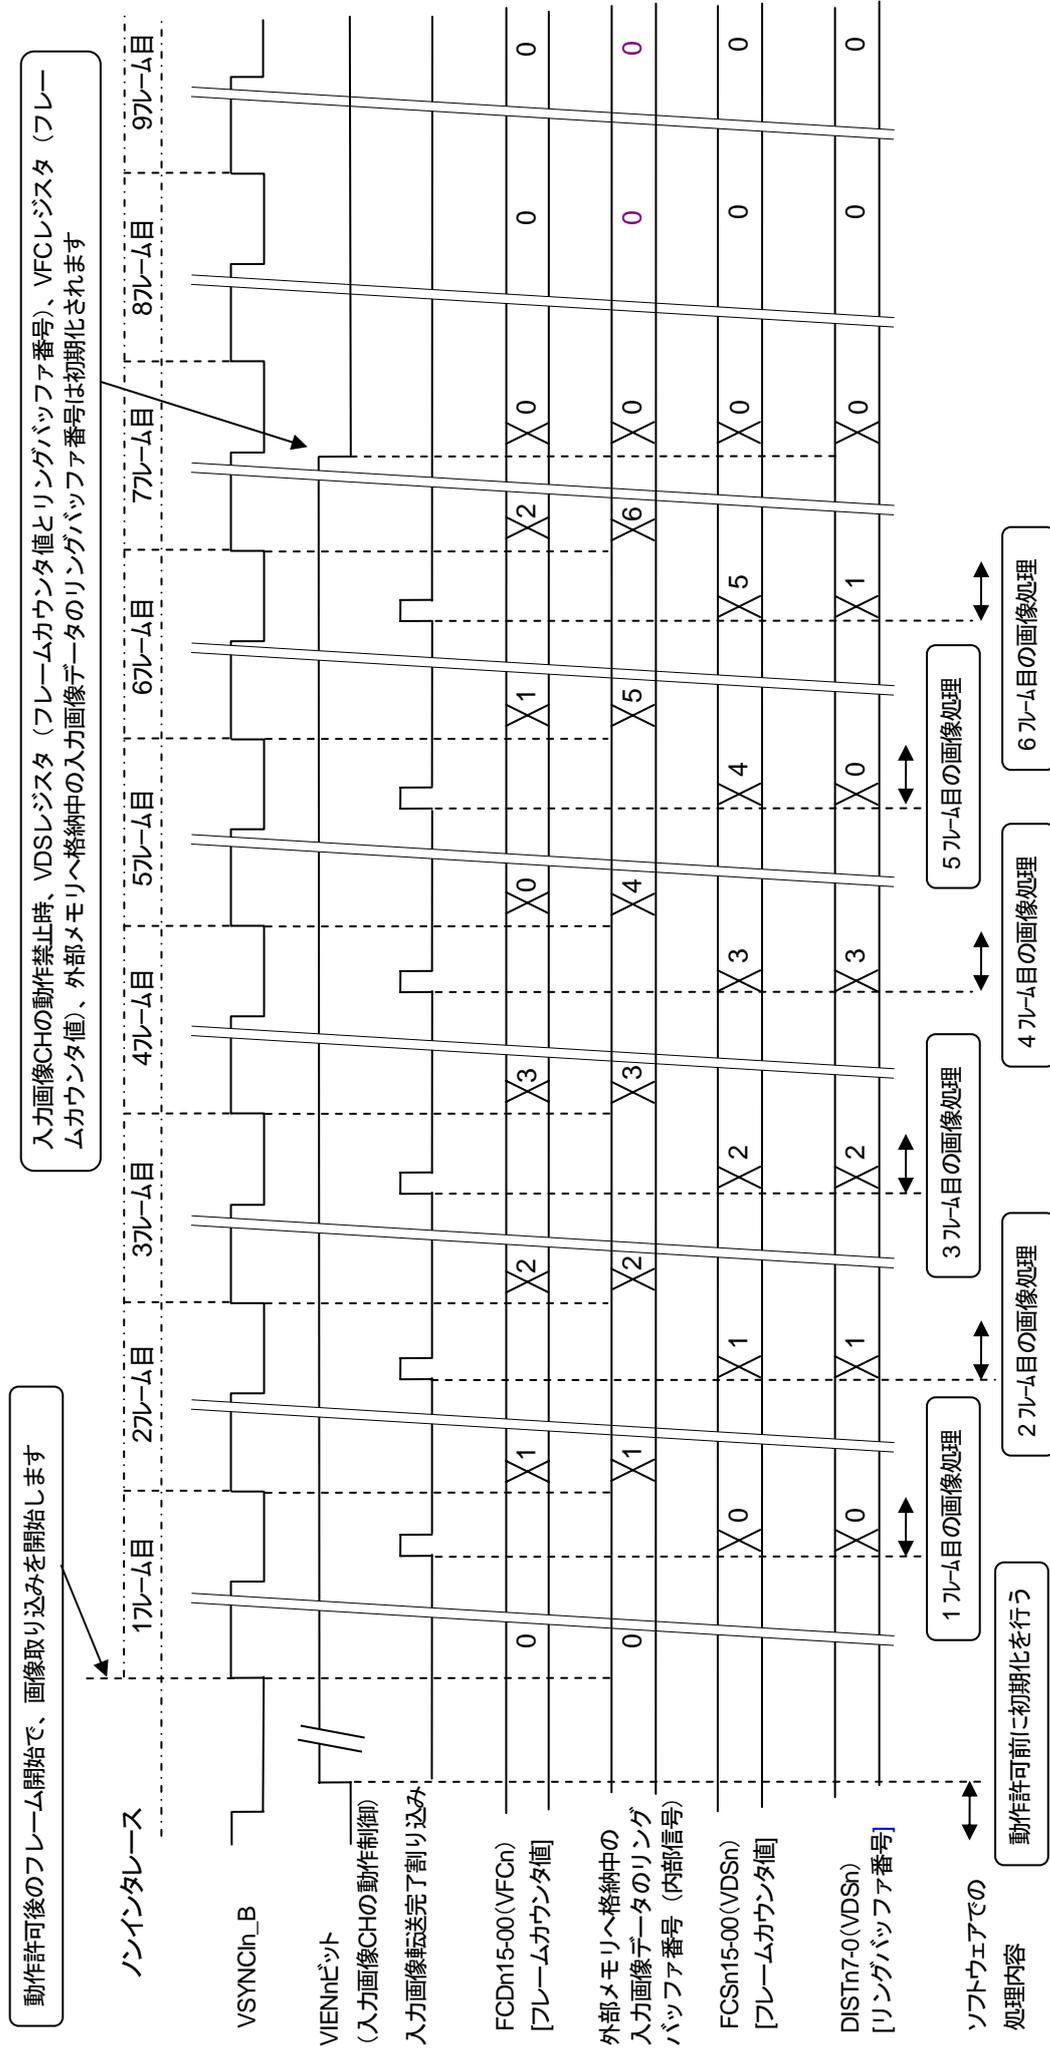

図 10-19 入力画像 CH の動作禁止時の動作 (ノンインターレース/リングバッファ数=4)
- 図 10-19 入力画像 CH の動作禁止時の動作 (ノンインターレース/リングバッファ数=4)